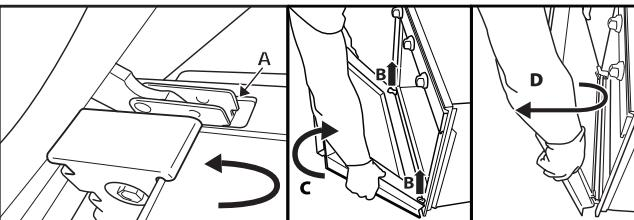

Рис. 2
3. Закройте дверцята до кінця (A), підніміть їх (B) і поверніть (C), поки вони не вивільняться (D) (Рис. 2).